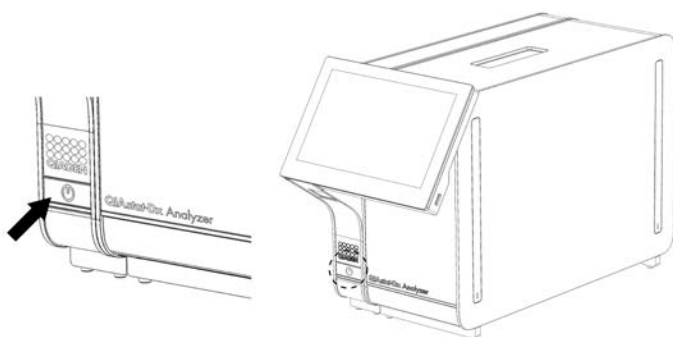

Figura 22. Apăsarea butonului ON/OFF (PORNIT/OPRIT) pentru pornirea instrumentului.
1. Apăsăți butonul ON/OFF (PORNIT/OPRIT) din partea din față a QIAstat-Dx Analyzer 1.0 pentru a porni aparatul (Figura 22).